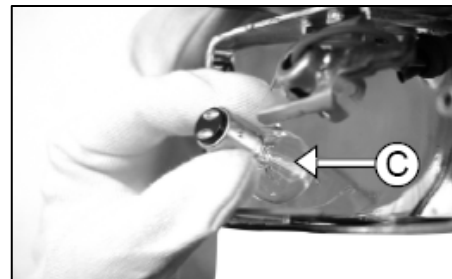

Fig. 141
3. Gire a la izquierda para quitar las luces (C). (Fig. 141)